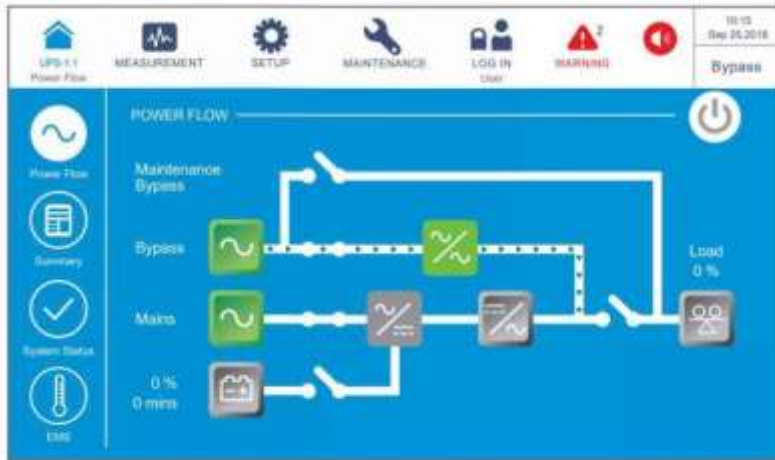

Рисунок 6-69: Экран байпасного режима
- 3) После выбора 'YES', ИБП прекратит внутреннее тестирование без нагрузки и перейдет в байпасный режим. В этот момент трехцветный светодиодный индикатор горит желтым, и появляется следующий экран (*Рисунок 6-69*). Расположение трехцветного светодиодного индикатора см. на *Рисунке 2-11*.